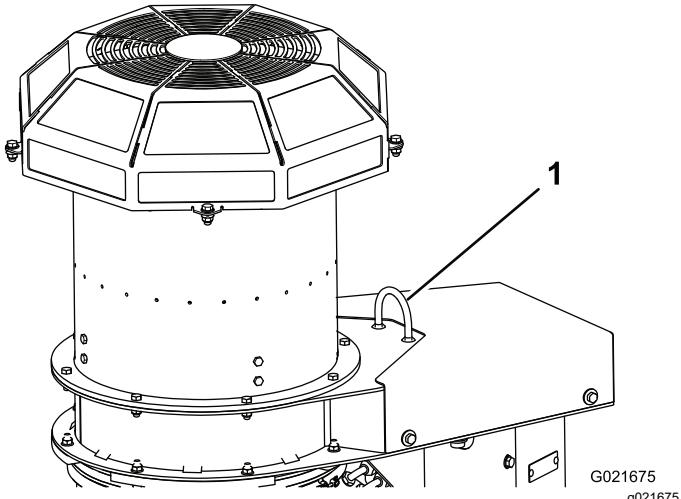

Figura 7
8. Retire la correa del palet y sujetela a la argolla de elevación del soplador (Figura 7).